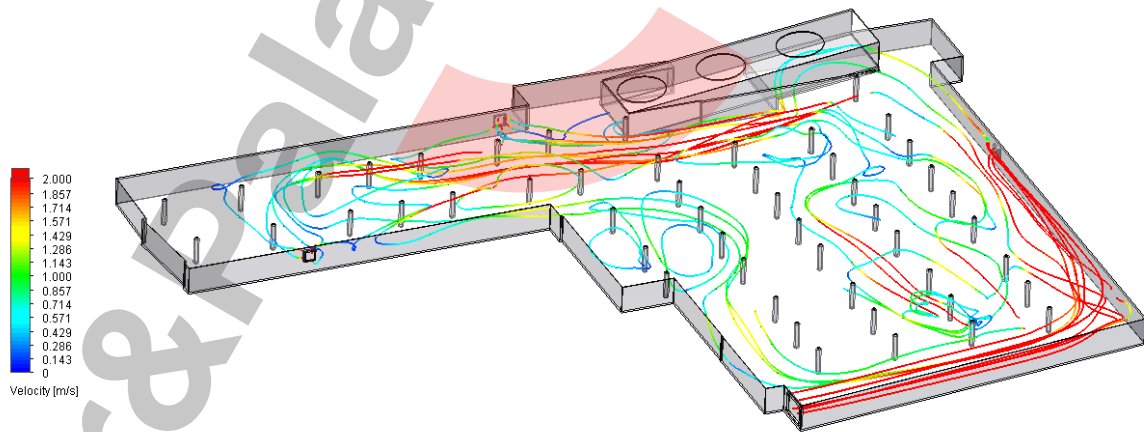

Figura 6-20. Líneas de corriente de velocidades (EM) del Sótano -3
- La Figura 6-20 muestra las líneas de corriente de velocidad dirigiéndose hacia los puntos de extracción del Sótano, barriendo el aparcamiento también a lo largo de su sección vertical, y quedando mejor reflejada la recirculación local.